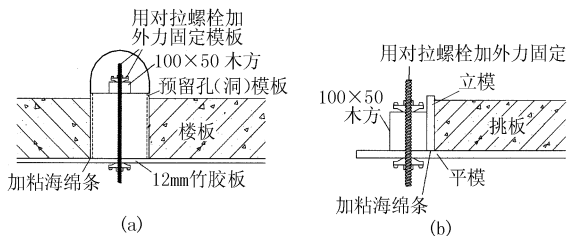

图 8 防止漏浆处理示意
(5) 防漏浆措施 对楼板预留洞模板用对拉螺栓加外力紧固防止漏浆,如图 8(a) 所示。挑板的模板采用立模压平模,立模采取穿孔加外力压紧固定,保证了挑板下口阳角方正不漏浆,如图 8(b) 所示。